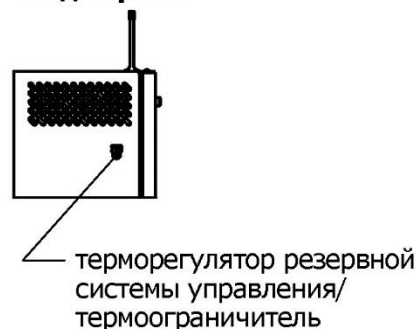
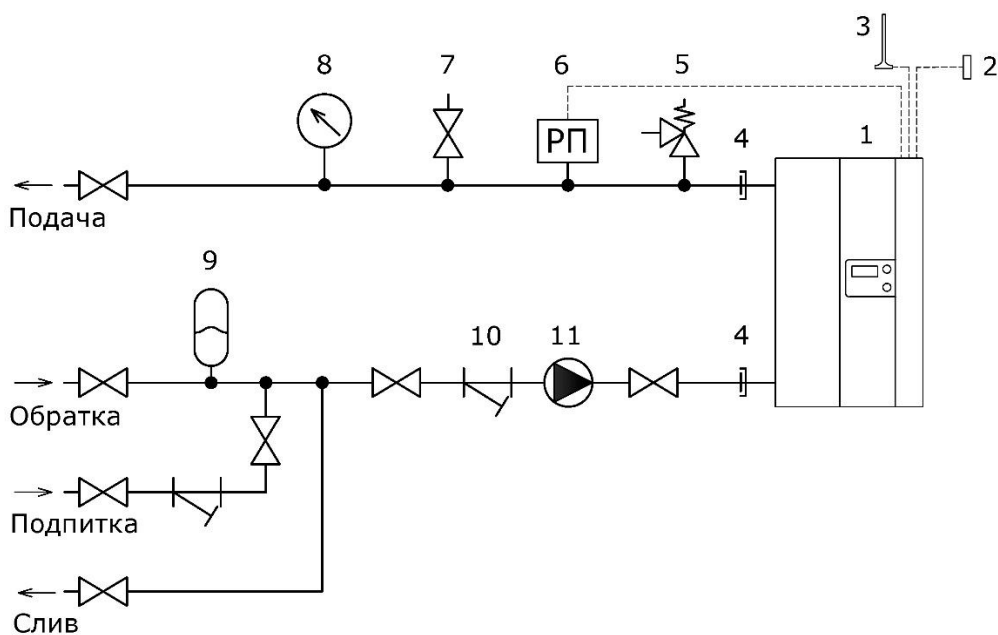

Рис. 3
Рис. 6
4.3. Внутреннее устройство электрокотла показано на рис.3. На основании корпуса закреплён теплоизолированный бак со встроенными блоками ТЭНов. В верхней части бака расположен патрубок выходной, в нижней - патрубок входной. На верхней крышке бака расположены: датчик температуры выходной, термовыключатель, датчик уровня и автоматический воздухоотводчик. В нижней части бака расположены: датчик температуры входной и патрубок слива с пробкой.
6.7 Схема обвязки электрокотла показана на Рис. 6.
6.10. Реле протока (ЭКО-П 150 кВт и ЭКО-П 162,5 кВт) необходимо монтировать на горизонтальном участке подающего трубопровода (см. рис.6) на расстоянии не менее 5 Ду (250 мм) от электродкотла так, чтобы направление потока совпадало с направлением стрелки на корпусе. Возможны два варианта монтажа реле протока на вваренной под прямым углом в подающий трубопровод стальной муфте с внутренней резьбой G1" или на резьбовом тройнике G2" через переходную футорку G1" на G2". Перед монтажом на рычаг реле протока необходимо установить подходящий по размеру лепесток из комплекта поставки. Лепесток реле протока при перемещении не должен касаться стенок трубы или резьбового тройника и при этом быть максимально возможным по размеру (допускается корректировать размер лепестка, отрезая ножницами лишние участки лепестка). Нормально-разомкнутые зажимы переключателя реле протока необходимо двух проводным кабелем подключить к зажимам 2,3 X1 электродкотла (см. схему в приложении).
6.11. Перед первым заполнением системы отопления закрутить до упора пластиковую пробку автоматического воздухоотводчика электродкотла (см. рис. 3), чтобы избежать его засорение. После удаления воздуха через ручной воздухоотводчик (поз. 6 рис. 6), пробку автоматического воздухоотводчика полностью выкрутить. Надеть воздухоотводящую трубку на штуцер автоматического воздухоотводчика электродкотла и зафиксировать её хомутом из комплекта поставки. Автоматический воздухоотводчик предназначен для сброса воздуха, образующегося в электродкотле в процессе эксплуатации. Если подающий трубопровод расположен выше уровня выходного патрубка электродкотла, то на его верхнем участке необходимо установить дополнительные автоматический и ручной воздухоотводчик. Нельзя переставлять автоматический воздухоотводчик электродкотла на верхний участок подающего трубопровода.
7.5. При эксплуатации электродкотла в основном режиме, терморегулятор резервной системы управления/ термоограничитель (см. рис. 3) должен быть всегда настроен на максимальную температуру (90°C). Если термоограничитель настроен на температуру меньшую, чем температура в системе отопления, то на дисплее появится сообщение об отсутствии протока и нагрев не включится.